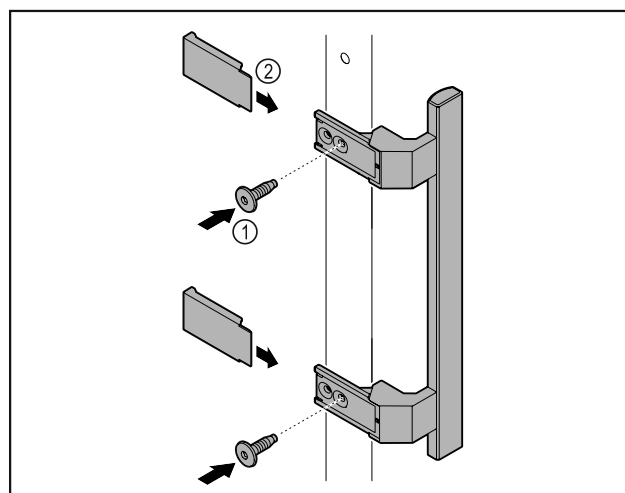

Fig. 8
- Montoni dorezën nga paketa së bashku me vidat e ofruara Fig. 8 (1) në derë.
- Vendosni kapakun mbulues Fig. 8 (2).